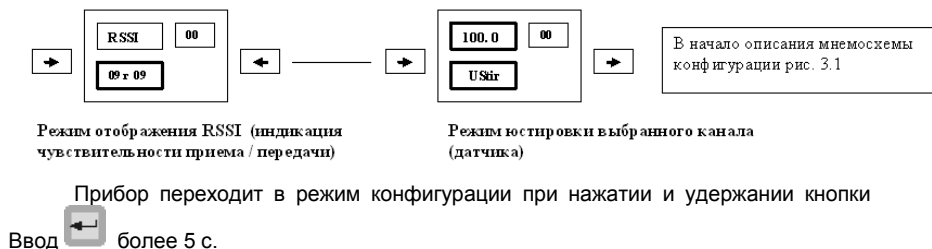

Рисунок 3.2 – Мнемоническая схема меню в режиме конфигурации (продолжение)
6.3.1 В соответствии с мнемосхемой, рисунок 3.2 и приложением В в режиме установки времени опроса при мерцающем индикаторе 3 (мерцает символ t) кнопками  и  установить необходимый интервал времени в секундах.